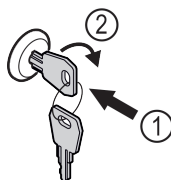

Fig. 191
- ▶ Sæt nøglen i Fig. 191 (1).
- ▶ Drej nøglen 90° med uret Fig. 191 (2).